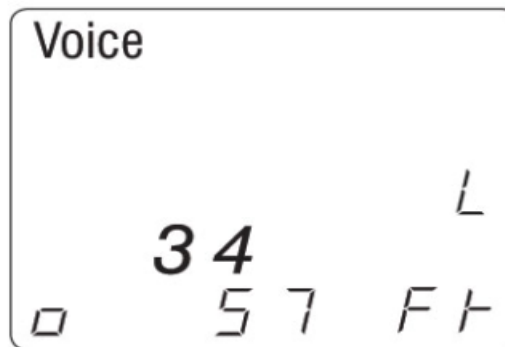

Рисунок 14. Длина для пары проводов 3 и 4.
7. Измерение пар контактов: Для измерения длины пары первых контактов еще раз нажмите кнопку выбора типа кабеля. Номера контактов измеряемой пары будут отображаться на экране (смотрите рисунок 14). Последующие нажатия кнопки выбора типа кабеля циклически переключают тестер между всеми парами. После измерения последней пары кабеля тестер возвращается к значению длины всего кабеля. На экране дисплея отображаются следующие иконки: